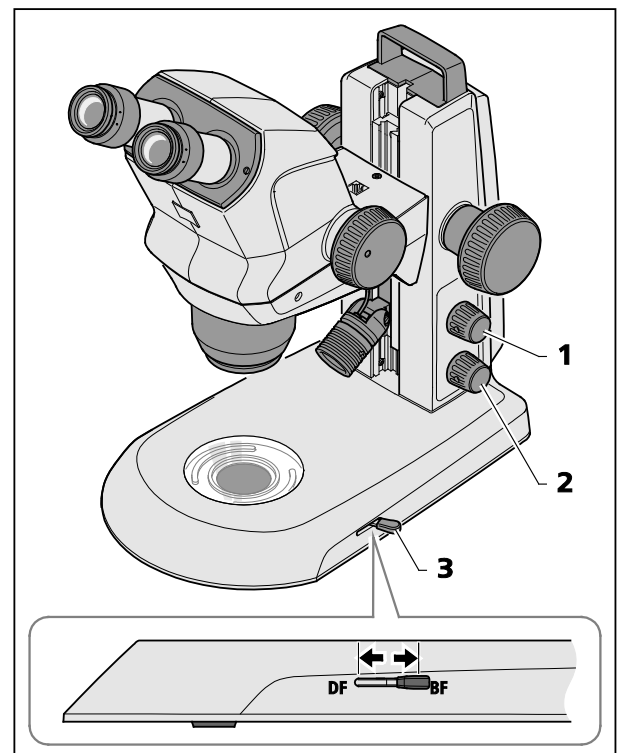

Bild 20 Durchlichtmodul im Stativ K EDU
- Durch Drücken auf den unteren Drehknopf (Bild 20/2) Durchlicht einschalten.
- Durch Verstellen des Hebels (Bild 20/3) zwischen Hellfeld- und Dunkelfeldbeleuchtung umschalten.
- Vordere Stellung: Dunkelfeld (DF)
- Hintere Stellung: Hellfeld (BF)
Durch Drücken des oberen Knopfes (Bild 20/1) kann Auflicht dazu gemischt werden (siehe Kapitel 4.2 auf Seite 30).